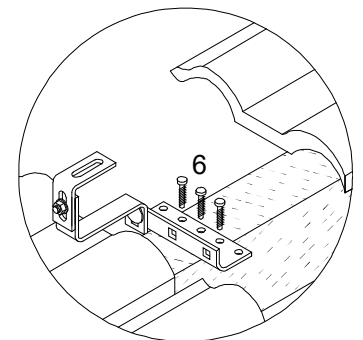

Abb. 4
- Mit Hilfe der 3 rechteckigen Stanzungen an der Grundplatte des Hakens (1) können bei Bedarf seitliche Versetzungen ausgeglichen werden (Abb. 4).
- Mit den 2 Torbandschrauben werden die Haken (1) an die Höhe der Dachlatte bzw. Dachziegel angepasst. Der Abstand zwischen Kollektoren und Dach soll so gering als möglich gehalten werden. Mittels Tellerkopf-Holzschraube (6) werden die Haken an den Sparren angeschraubt (Abb. 4 und 5).